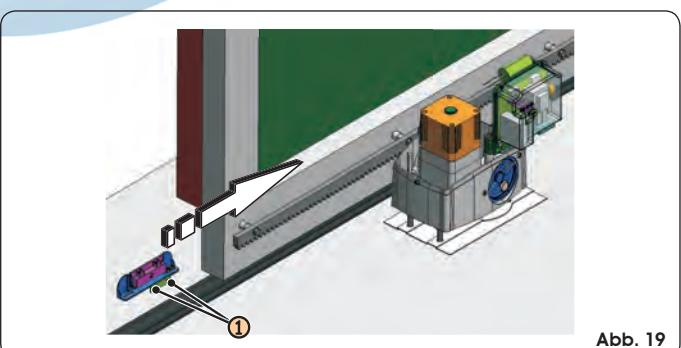

Abb. 19
- Den Magnet, der dem Antrieb am nächsten ist, auf der Zahnstange in Richtung Motor schieben (siehe Abb. 19). Sobald die auf der Karte integrierte LED des Endschalters erlischt, den Magneten um weitere 10 mm vorschlieben und mit den entsprechenden Schrauben befestigen (Abb. 19, Bez. ①).